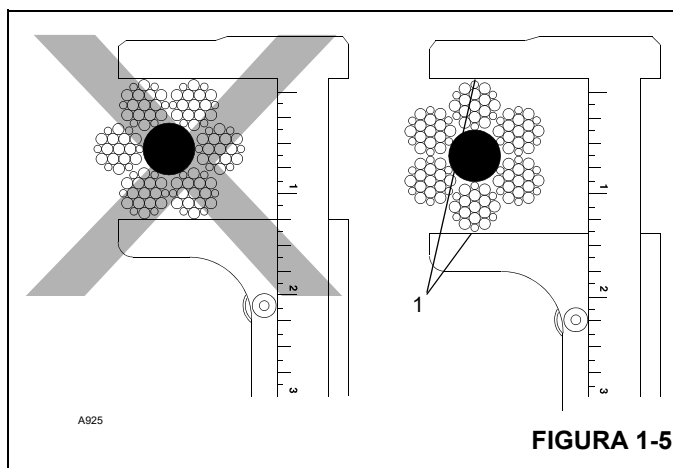

FIGURA 1-5
- Mida el diámetro del cable entre las coronas de las trenzas para determinar si el cable se ha dañado; consulte la Figura 1-5.